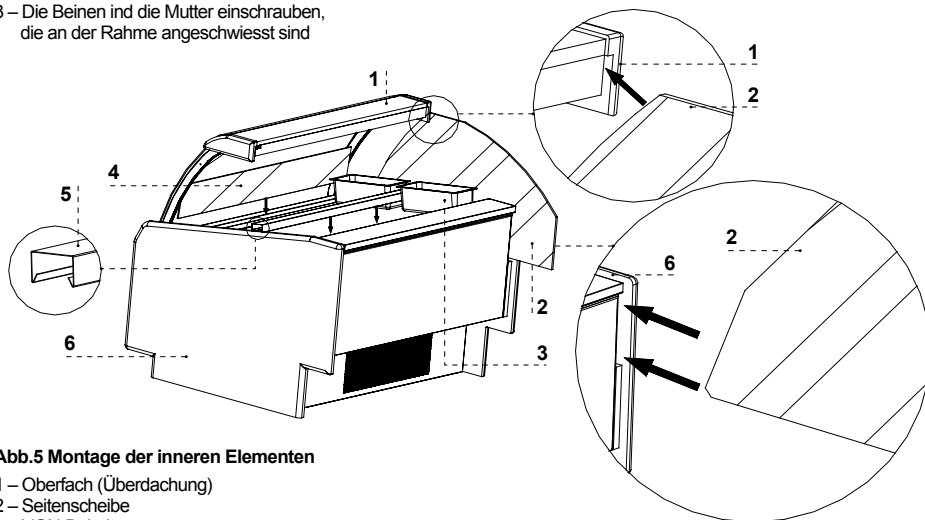

Abb.5 Montage der inneren Elementen
1. Die Querholme für VGN-Behälter montieren Abb.5/5 (S.24)
3. Die Glasseiten nach Abb.5/2 (S.24) einschieben